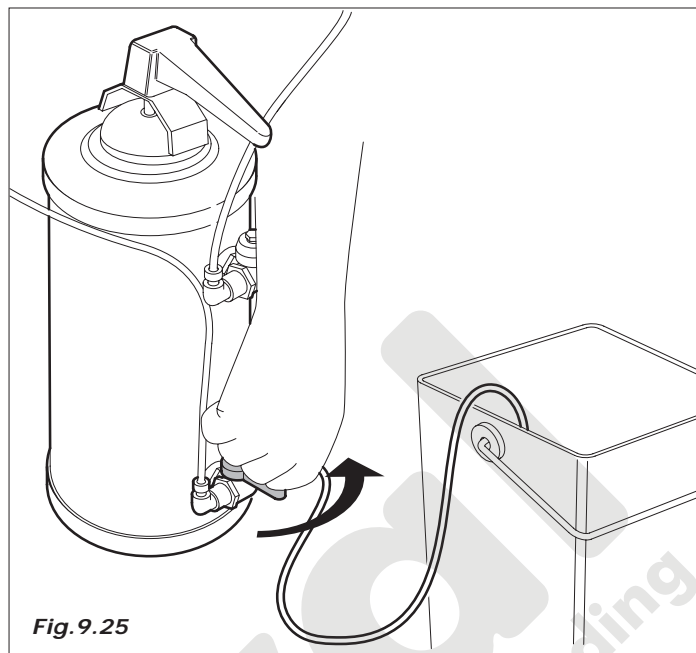

Fig. 9.25
- Girar el grifo inferior habiendo tenido la precaución de colocar el tubo del grifo inferior en el cubo (Fig. 9.25).